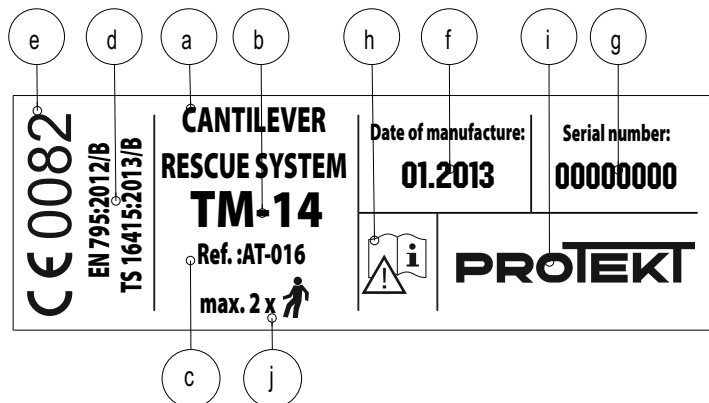

FIGURE 1 - TM 14 EN TANT QUE TRÉPIED DE SÉCURITÉ (TS) VUE GÉNÉRALE
Le dispositif peut être utilisé en tant que TRÉPIED DE SÉCURITÉ (TS) FIGURE 1 (page 2)